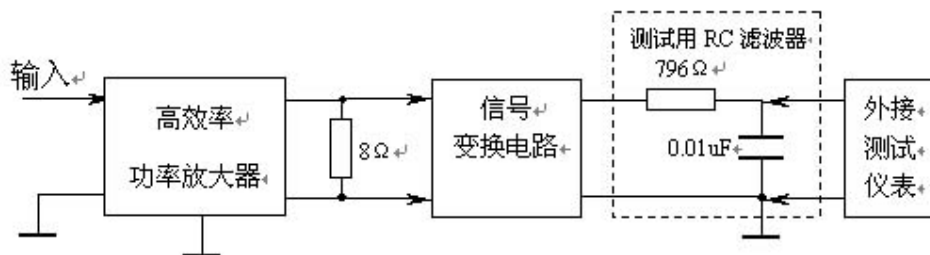

图 1
(2) 设计并制作一个放大倍数为 1 的信号变换电路，将功率放大器双端输出的信号转换为单端输出，经 RC 滤波供外接测试仪表用，如图 1 所示。图 1 中，高效率功率放大器组成框图可参见本题第四项“说明”。
(3) 设计并制作一个测量放大器输出功率的装置，要求具有 3 位数字显示，精度优于 5% 。